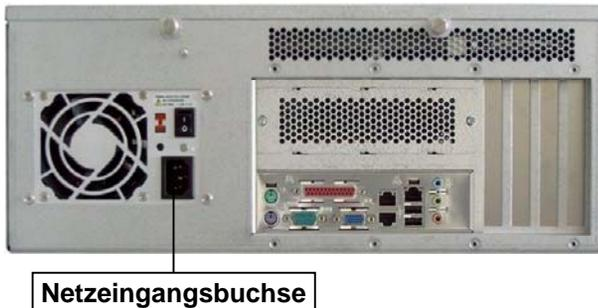

Abb. 23: AC-Anschluss (Version mit Mainboard)
2. Stecken Sie das eine Ende des AC-Netzkabels an die Netzeingangsbuchse (siehe *Abb.: 23 bzw. 23a*).